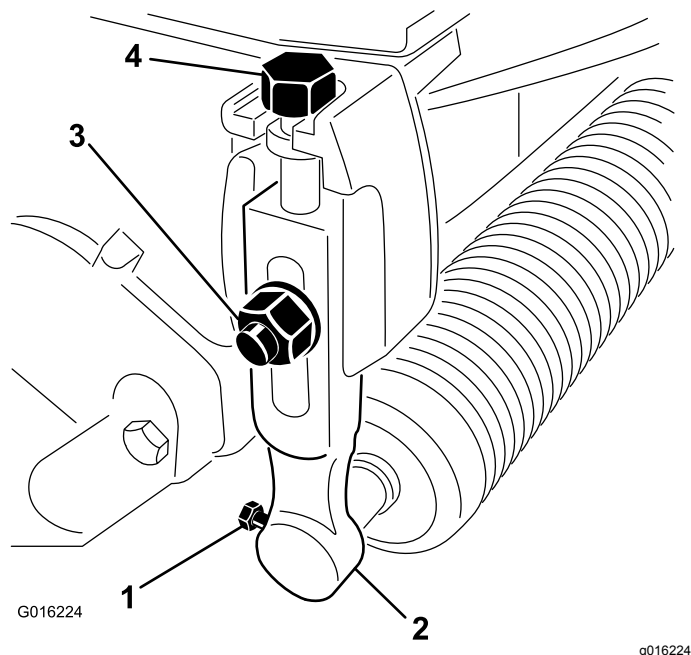

Figura 1
2. Allentate le viti che fissano ciascuna estremità del rullo anteriore ai bracci dell'altezza di taglio (Figura 1).
3. Rimuovete i bulloni dell'aratro, le rondelle e i dadi di bloccaggio che fissano i bracci dell'altezza di taglio a ciascuna delle estremità dell'apparato di taglio (Figura 1). Rimuovete i bracci dell'altezza di taglio e il gruppo dei rulli.
4. Rimuovete le viti di regolazione dell'altezza di taglio dai bracci dell'altezza di taglio (Figura 1).